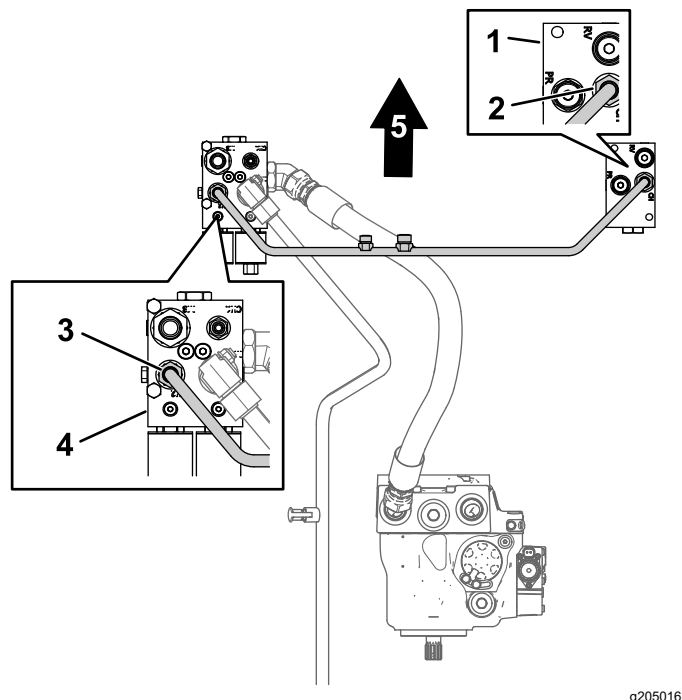

图 9
2. 将交叉歧管管的管螺母与后牵引歧管和分流器歧管中的接头对齐图 9。